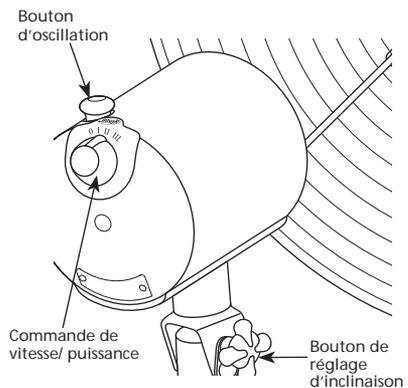

FIGURE 13
3. Mettre en marche (ON) ou arrêter (OFF) le ventilateur en tournant la commande de vitesse/ puissance dans le sens horaire ou antihoraire. Voir Figure 13. Il faut toujours arrêter (OFF) le ventilateur avant de la débrancher.
4. Pour sélectionner la vitesse, déplacer la commande de vitesse de la position OFF à la vitesse désirée : .O (off/éteint), I (low/bas), II (medium/moyen), III (high/élevée). Voir Figure 13.
5. Pour ajuster la circulation d'air vers le haut ou le bas, desserrer le bouton de réglage d'inclinaison sur le côté du moteur du ventilateur. Voir Figure 13. Placer le ventilateur à l'angle désiré et resserrer le bouton de réglage d'inclinaison.
6. Pour faire osciller le ventilateur, pousser le bouton d'oscillation vers le bas. Pour arrêter l'oscillation du ventilateur, tirer le bouton d'oscillation vers le haut. Voir Figure 13.